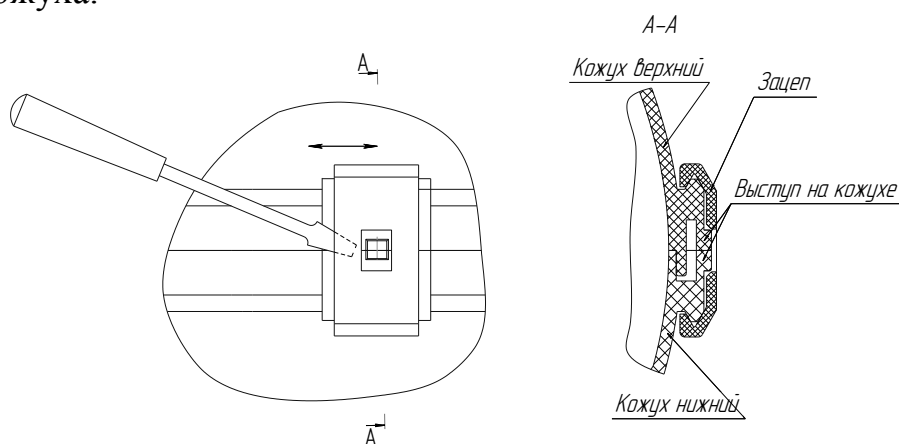

Рис.1- Снятие зацепа с корпуса нагревателя.
- а) снять зацепы. При снятии зацепа необходимо отверткой (с тонким жалом) отжать зацеп на величину высоты выступа на кожухе и сдвинуть вправо или влево относительно корпуса до полного снятия (рис.1);
- снять верхний и нижний кожухи (рис.1);